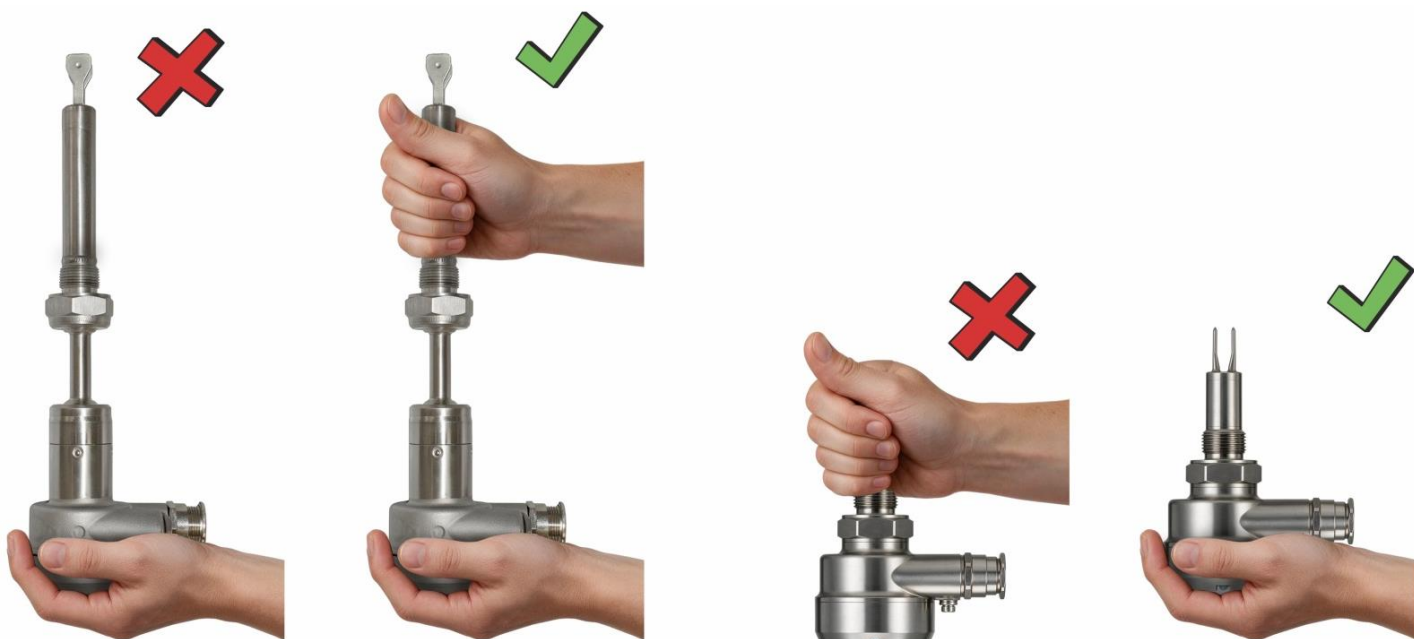

Рисунок 54 – Обращение с сигнализатором
- избегать установки вблизи от места входа жидкости в резервуар у наливного отверстия (рисунок 54);